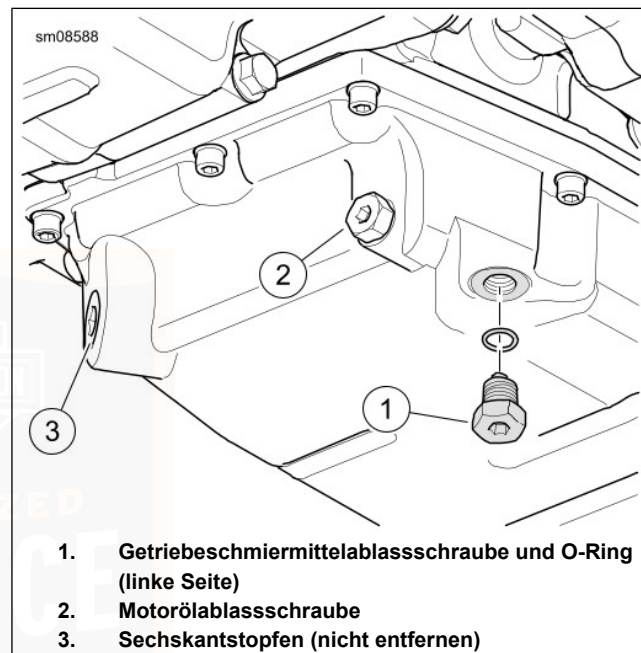

Abbildung 96. Getriebeschmiermittelablass
2. Siehe Abbildung 96. Die Getriebeschmiermittel-Ablassschraube entfernen. Getriebe entleeren.